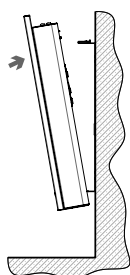

FIGURE 4
2. Basculez le haut de l'appareil et enclenchez-le. (FIGURE 4)